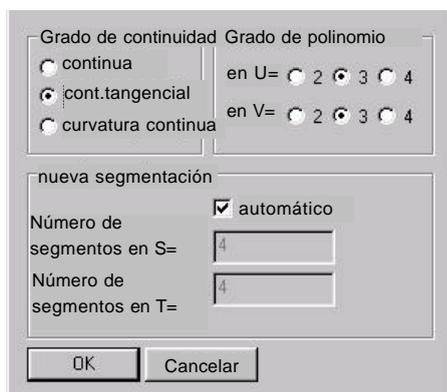

Fig. 4-5
- Se abre la ventana según la Fig. 4-5.